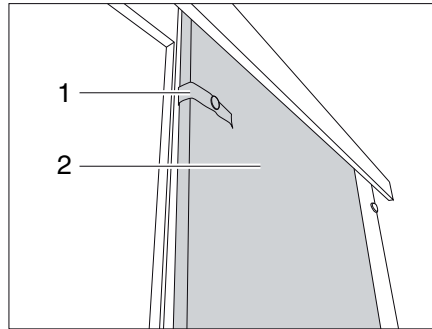

Bild 240 Schiebetür
- Das mit Sicherungsband (Bild 240,1) lösen.
- Schiebetür (Bild 240,2) in Schließstellung ziehen.
- Schiebetür (Bild 240,2) in die Öffnungsposition führen.
- Schiebetür mit dem Sicherungsband (Bild 240,1) befestigen.